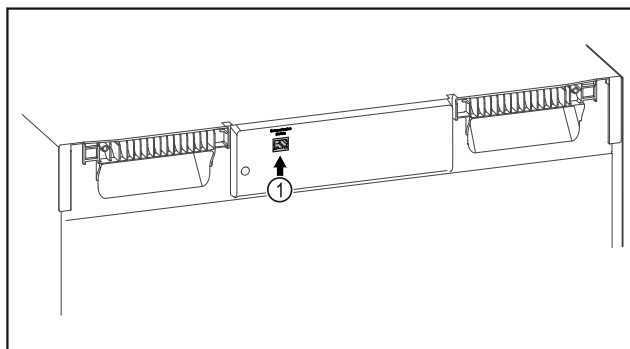

Fig. 124
- ☐ SmartModule Fig. 124 (1) is geplaatst.